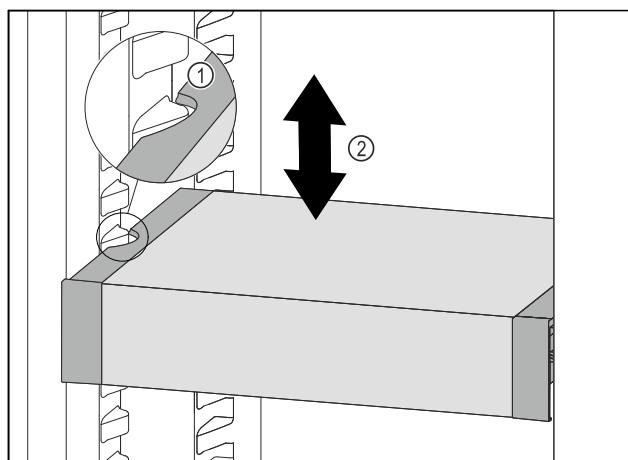

Fig. 73
- Táhněte VarioSafe dopředu, dokud nebudou boční vybrání VarioSafe na úrovni žebrování na nádoby v chladničce. Fig. 73 (1)
- Posouvejte VarioSafe v chladničce nahoru nebo dolů, dokud nedosáhnete požadované výšky. Fig. 73 (2)